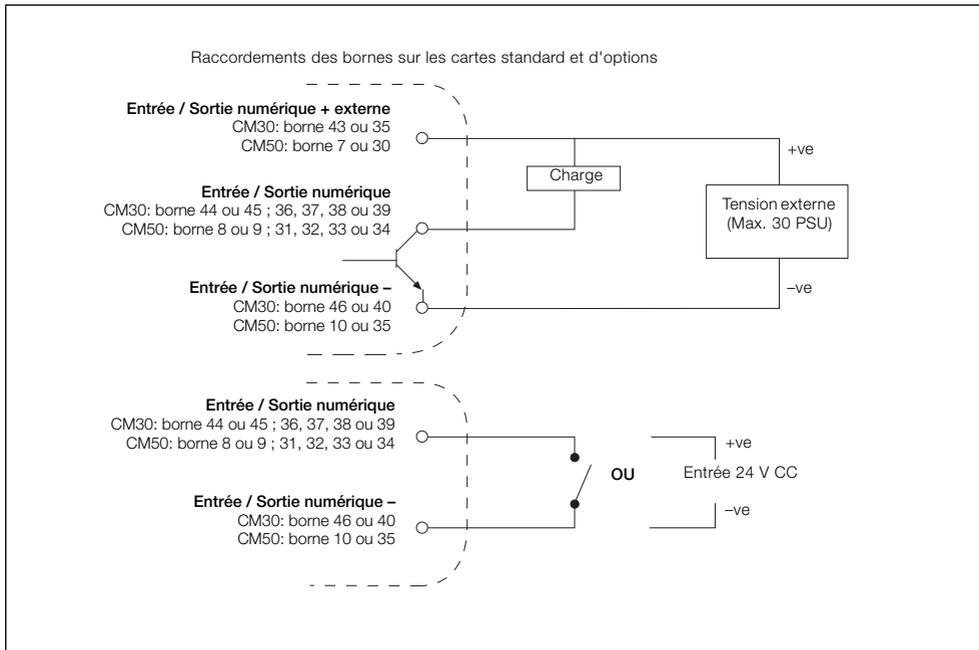

Fig. 4.18 Connexions d'entrée et de sortie numériques du collecteur ouvert - contrôleurs CM30 et CM50
**Remarque.** Pour les contrôleurs CM30 et CM50, les connexions d'entrée numérique et de sortie numérique du collecteur ouvert sont indiquées sur la Figure 4.18 – voir page 102 pour les options de type d'entrée / sortie numérique.